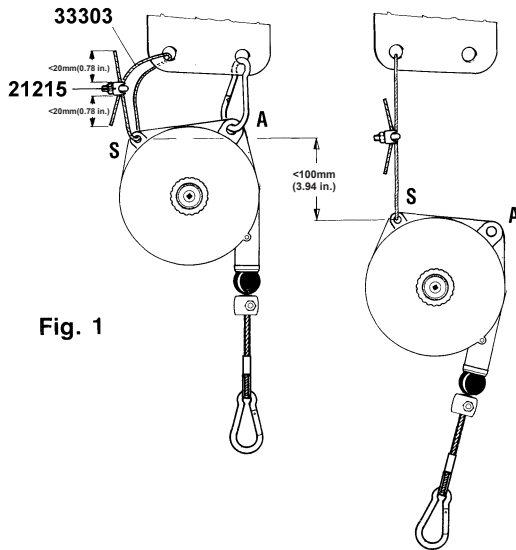

Fig. 1
Use hole A (Fig.1) for the main suspension and hole S (Fig. 1) for the safety suspension.
Always connect the safety suspension S, using exclusively the supplied standard fittings (Fig.1), to a suitably sized support. The safety support MUST NOT BE the same one used for the main suspension A (Fig.1). If the main suspension breaks,
the max falling distance must not be more than 100 mm(3.94 in.). Tighten the nuts of the clamp 21215 (Fig. 1) at a torque of 2 Nm(1.47 ft. lb).
- The user must visually inspect the balancer on a regular basis (such as, for instance, at each work shift) especially to check the state of suspensions A and S (Fig. 1), the fixing screws and the self-locking systems (if used), and the condition of the hooks and cable.
Utilice el orificio A (Fig. 1) para la suspensión principal y el orificio S (Fig. 1) para la suspensión de seguridad.
Fije siempre la suspensión de seguridad S a un soporte adecuadamente dimensionado, utilizando exclusivamente los accesorios suministrados (Fig. 1). El soporte de seguridad NO DEBE SER el mismo usado para la suspensión principal A (Fig. 1). La máxima caída en caso de rotura de la suspensión principal no debe superar los 100 mm (3,94 in.). Apriete las tuercas de las abrazaderas 21215 (Fig. 1) con un par de 2 Nm (1,47 ft. lb).